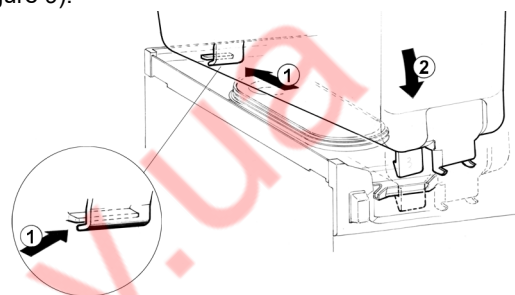

figure 9
**5** Placer le réservoir sur l'appareil. Pour faciliter cette opération, mouiller avec de l'eau le joint du réservoir. Veuillez contrôler que le crochet sur le côté postérieur de la cuve est bien placé dans son siège sur l'égouttoir supérieur. (voir figure 9).